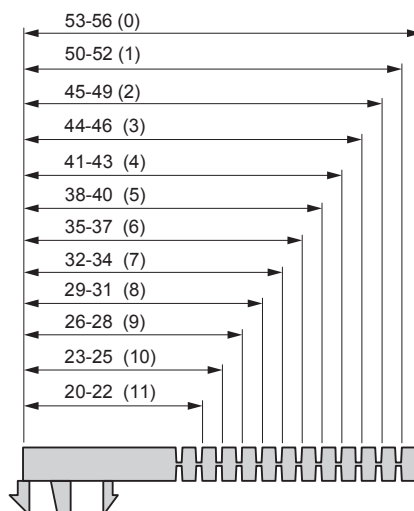

Fig. 13.
Tabellen angir justering av glassklosser til rett bredde. Eks.: 41–43 (4) angir intervall for glasstykkelse og antall strips som klippes bort. Fig. 13.